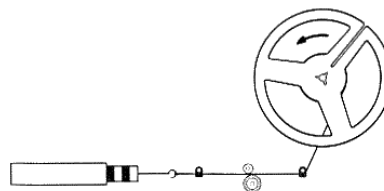

Abb. 7
4.1 Messung des Förderzuges (siehe Abb. 7)